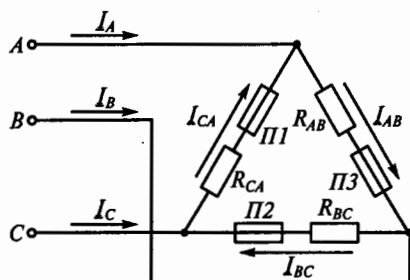

Рис. 131
**3.107.** Как изменятся токи, если перегорит предохранитель  $PI1$  в схеме на рис. 131?